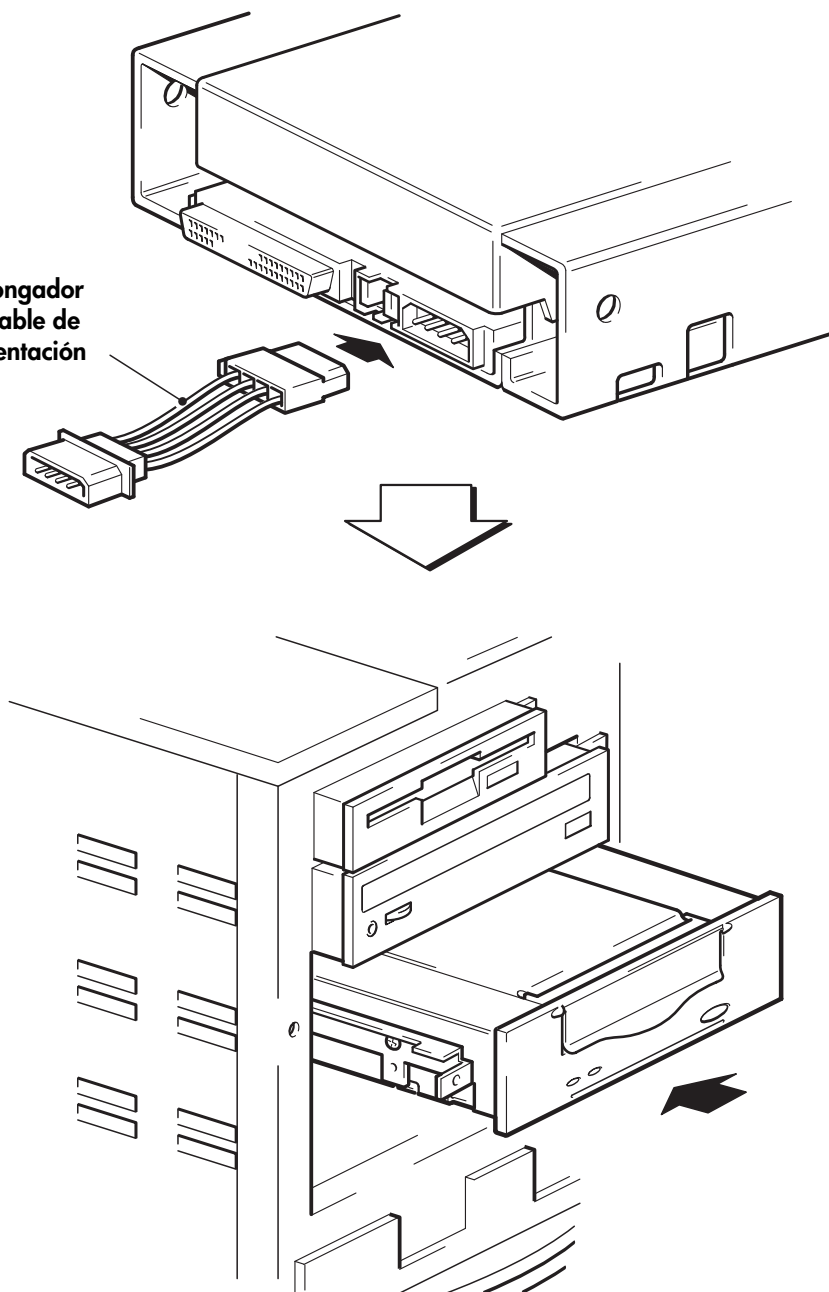

Figura 7: instalación de la unidad
- 1 Conecte el prolongador del cable de alimentación a la parte posterior de la unidad de cinta según se muestra en la Figura 7.
- 2 Deslice la unidad de cinta al interior del compartimento abierto, alineando la bandeja o los raíles con las ranuras del compartimento según se muestra en la Figura 7.